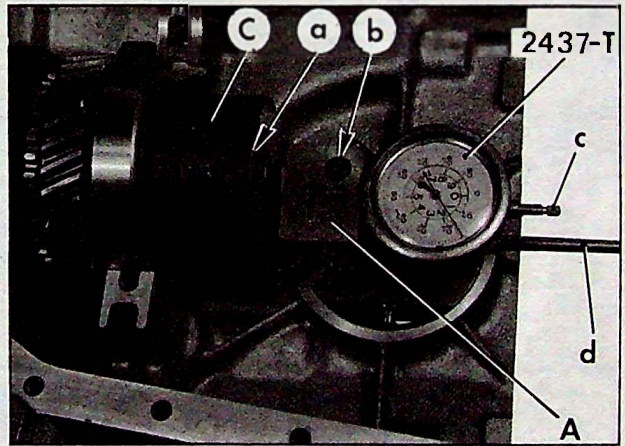

Figure 3
- b) Monter la coiffe C de l'appareil 3184-T bis comme indiqué sur la figure 3. La maintenir à l'aide de la vis « a » vissée dans le bouchon plastique (1).
L'ensemble coiffe C et support A avec le comparateur à la position d'étalonnage correspond à une distance $K1 + K2 = 78$ mm. Cette cote est gravée sur le support A en « b » (voir figure 3).